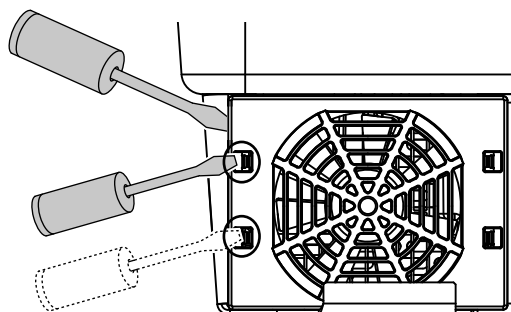

Fig. 74 : déclipage des pattes de fixation
3. À l'aide d'un deuxième tournevis, appuyer sur les pattes de fixation au centre du ventilateur. Retirer doucement le ventilateur.  **Fig. 74**